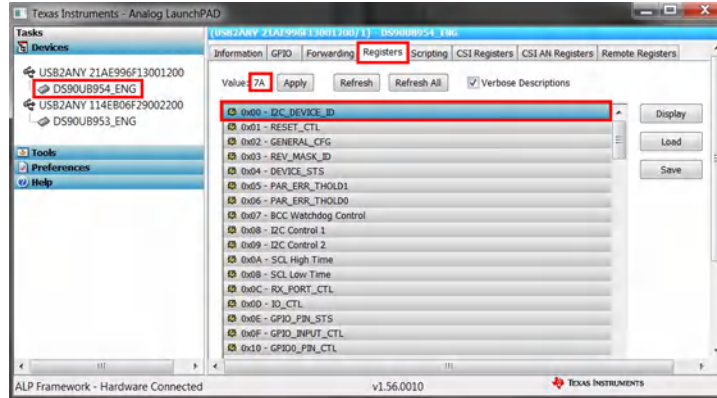

图 3-37. 在“Register”选项卡中读取 I2C 器件 ID
- 通过转至“Register”选项卡，选择标记为 I2C_DEVICE_ID 的寄存器 0x00 并读取值，验证脚本是否成功进行了本地 I2C 通信，如图 3-37 中所示。如果该值不是 0x7A，则说明未将正确的配置文件分配给正确的 USB2ANY ID。请参阅节 3.4.5 了解更多信息。